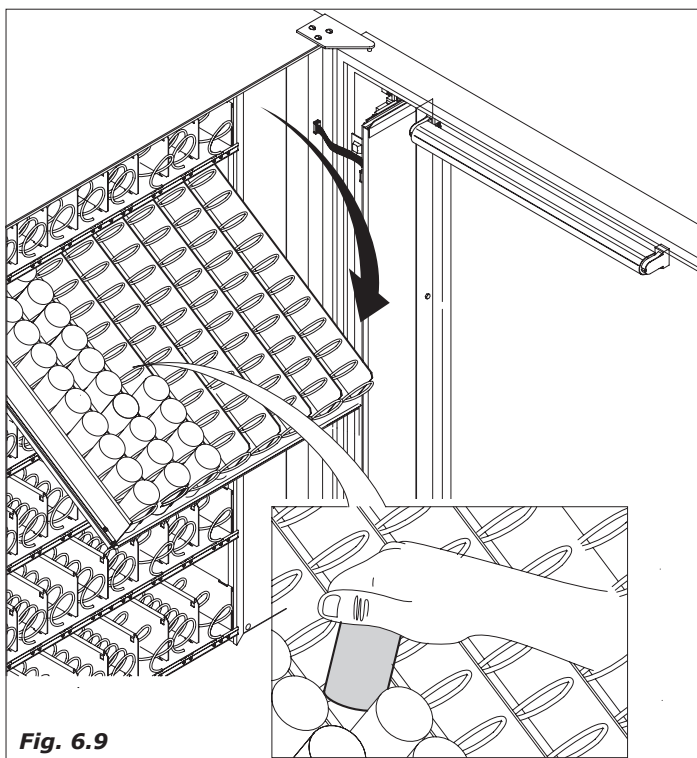

Fig. 6.9
- para efetuar a carga dos produtos é necessário tirar cada gaveta para o externo até o ponto de bloqueio. As tres primeiras gavetas, iniciando pelo alto, se inclinam para baixo facilitando a carga. (Fig. 6.9)